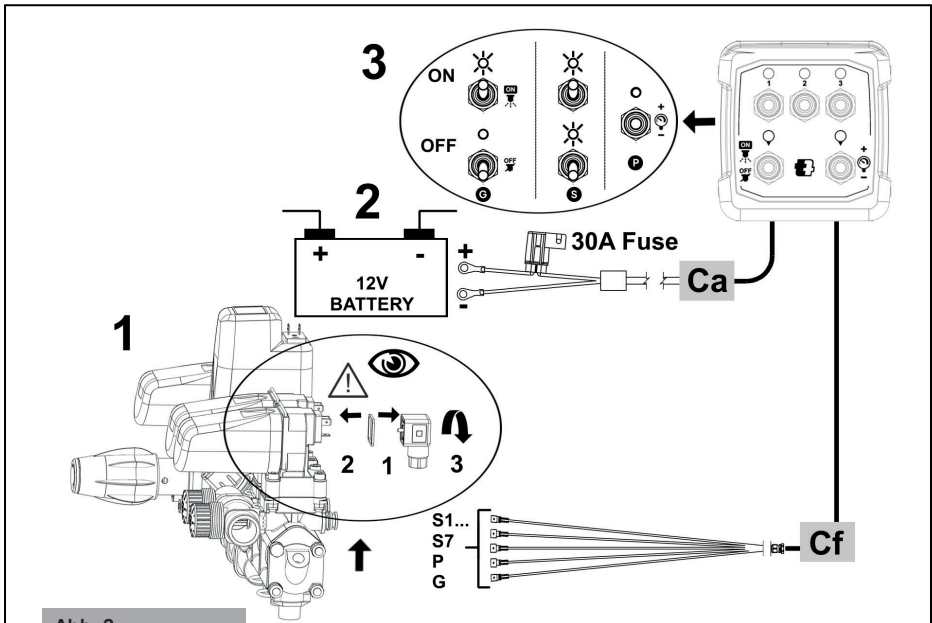
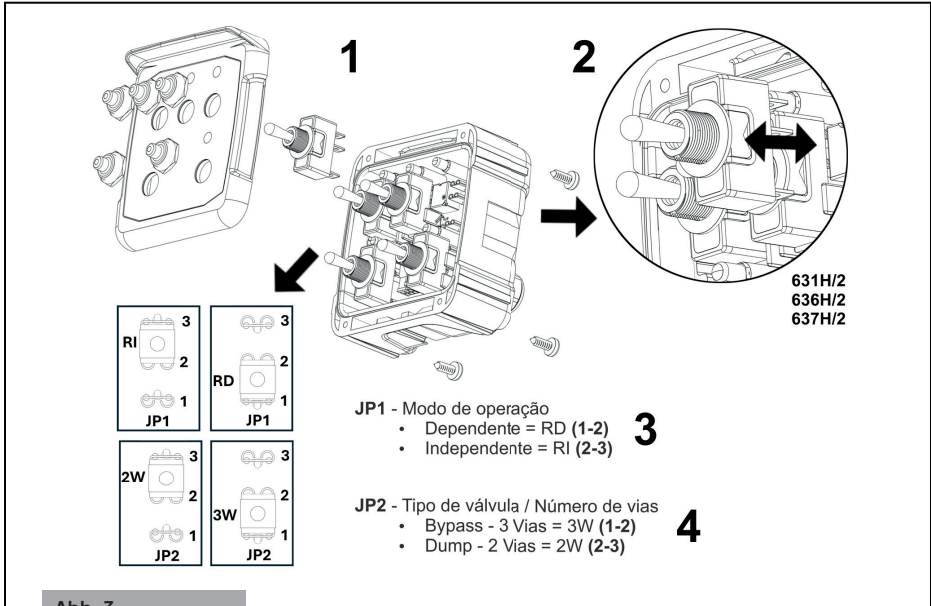

Abb. 2
Abb. 3
Anschluss an die Ventile (Abb. 2)
3. Führen Sie die Verbinder mit den Gummidichtungen in der angegebenen Reihenfolge in die entsprechenden Bedienelemente der Ventile ein (1, Abbildung 2).
Stromkabel – Ca (Abb. 2)
2. Stellen Sie alle Abschnitts- und Hauptschalter nach unten (**Position OFF**) (3, Abbildung 2) ;
3. Verbinden Sie die M8-Ösenklemme des roten Drahtes (30A-Sicherungsanschluss) mit dem Pluspol "+" und den schwarzen Draht mit dem Minuspol "-" der Batterie (2, Abb. 2).
BETRIEB (Abb. 2, Abb. 3 und Tab.1)
- Schalter S1 bis S7 :** Öffnet oder schließt das Ventil des entsprechenden Abschnitts (3, Abbildung 2 und Tabelle 1)
- Schalter P :** Erhöht oder verringert den Druck des Reglers. (3, Abbildung 2 und Tabelle 1)
- Schalter G :** (3, Abbildung 2 und Tabelle 1)
- (4, Abbildung 3)** *Öffnet oder schließt das Hauptventil (BYPASS – 3-Wege).
- (3, Abbildung 3)** *RI: Das Öffnen und Schließen der Abschnittsventile ist unabhängig von der Stellung des Schalters G. Zur Verwendung mit Steuereinheiten, die über ein allgemeines Ventil (BYPASS) verfügen.